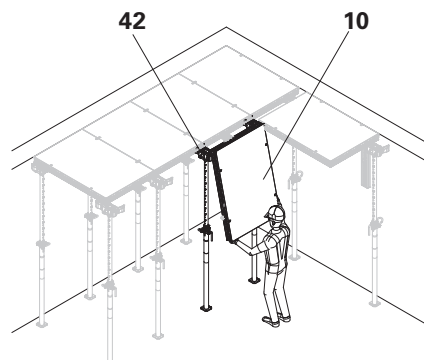

Fig. D2.14a
1. Accrocher les panneaux DP (10) dans la tête pour bande de décoffrage. (Fig. D2.14a)